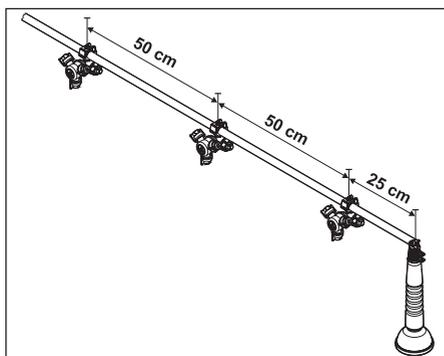

Рис. 3
- Монтируйте пенные генераторы на концах штанг специальными опорами из комплекта поставки на расстоянии от последней гербицидной струи, равной половине расстояния самих струй (Рис. 3).